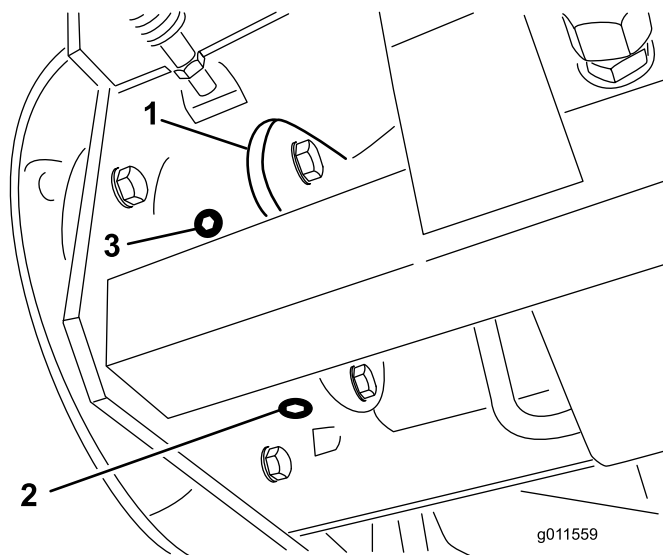

Figura 64
6. Collocate una bacinella sotto la scatola del freno, dall'altro lato della ruota (Figura 64).